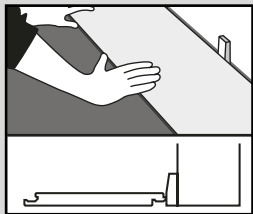

Fig. 1
1. Begin met een hele plank/tegel langs de muur en bereken hoeveel breedtes er voor de hele kamer nodig zijn. Als dit betekent dat er een rij smalle planken/tegels tegen de tegenoverliggende muur komt, snijdt u de eerste rij bij. Leg dit product met de messing-/gesneden kant naar de muur. Breng afstandhouders van 5 mm tussen de plank/tegel en de muur aan (Fig. 1).